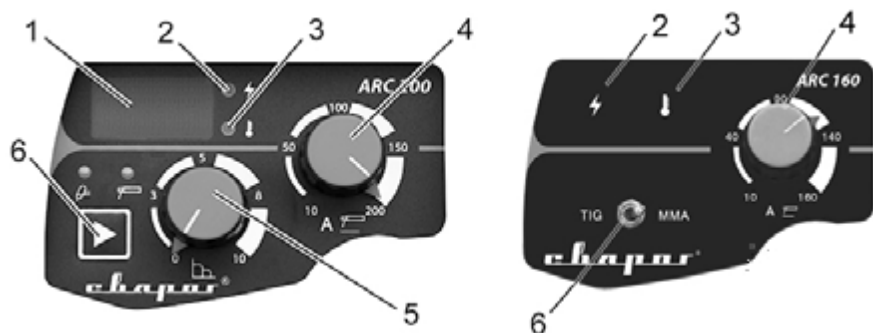

Рис. 7.1. Панель.
- Включите режим ММА на передней панели сварочного аппарата (п. 6, рис. 7.1).
6. Выберите режим TIG сварки (п. 6, рис. 7.1).